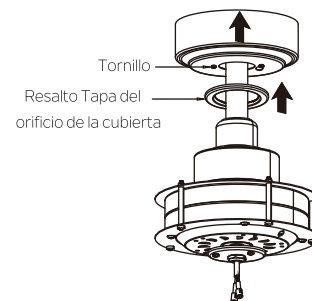

Fig. 16
Paso 3. Sujete con firmeza y ajuste la tapa del orificio de la cubierta sobre los tornillos de resalto en el soporte de montaje utilizando la ranura principal de cierre por torsión. (Fig. 16)